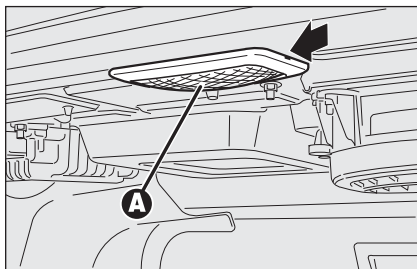

fig. 50
- enlever le plafonnier **A-fig. 50** en faisant levier sur le point indiqué par la flèche;